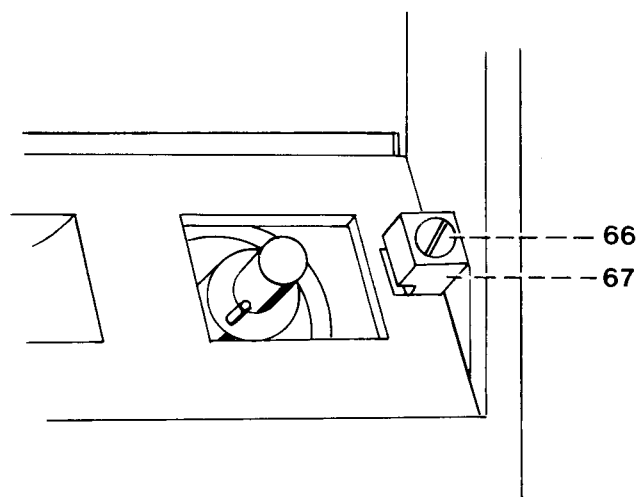

Fig. 22
- Die Schraube 66 lösen (siehe Abb. 22).
- Loosen screw 66 (Fig. 22).
- Desserrer la vis 66 (voir fig. 22).
Bei ganz heruntergedrückter Einfädlertaste muß das Einfädler-Häkchen 69 bei der Nadelstärke Nm 70 in der Mitte zwischen der Ober- und Unterkante des Nadelöhrs hindurchgehen (Fig. 22 a). Zu den seitlichen Wänden des Nadelöhrs muß das Häkchen 69 den gleichen Abstand haben.
- Die Zugfeder 61 oben aushängen (Fig. 22 c).
- Die Einfädlertaste nach oben oder unten schieben, bis das Häkchen 69 zur Ober- und Unterkante des Nadelöhrs gleichen Abstand hat (Fig. 22 a).
- Die Schraube 67 nur $\frac{1}{8}$ Drehung lösen (Fig. 22 b).